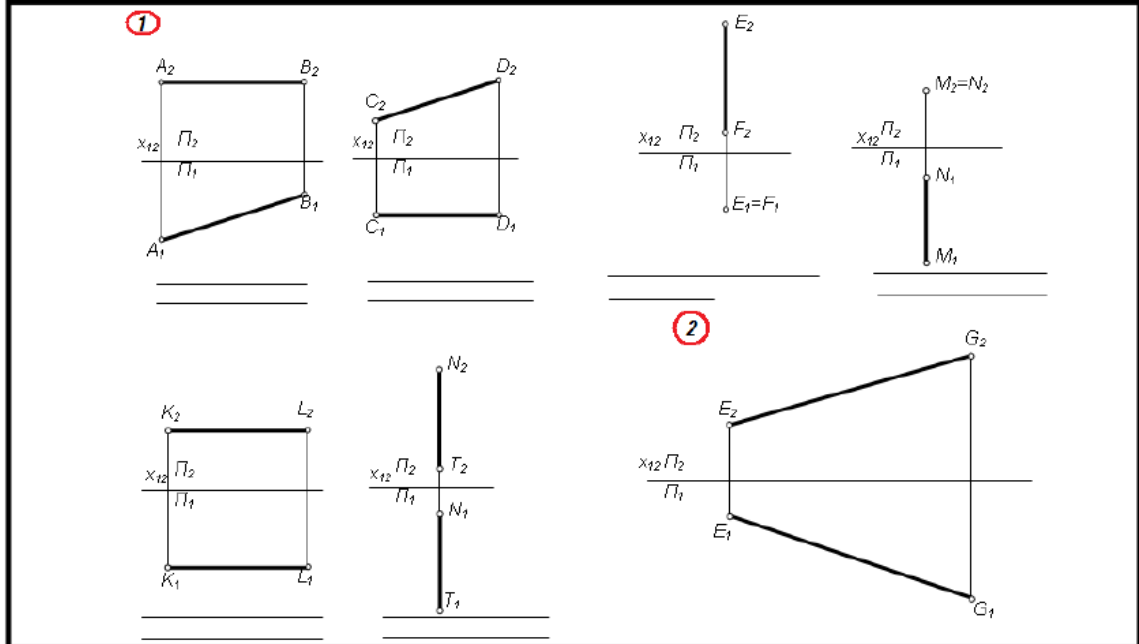

Рис. 6 – завдання № 2 в.
- У наступному завданні (рис. 6) треба написати назви прямих, які положення вони займають у просторі по відношенню до площин проєкцій, шрифтом № 3,5.